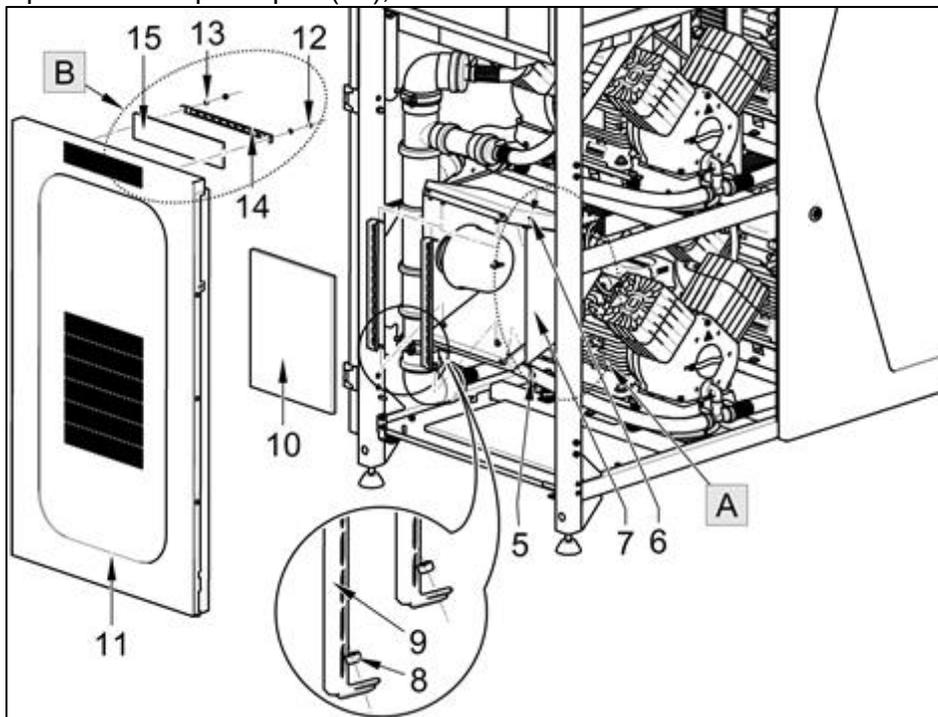

Рис. 31: Очистка/замена всасывающего фильтра компрессора
- В точке А удалите пену, 4 винта (5), шайбы (6) и снимите крышку всасывающего фильтра (7) (Рис. 31).
- Открутите 2 гайки (8) на кронштейне (9) фильтра и снимите фильтр (10).
- В точке В (на боковых поверхностях (11)) снимите 2 гайки (12), шайбы (13), кронштейн фильтра (14), а затем и сам фильтр (15).